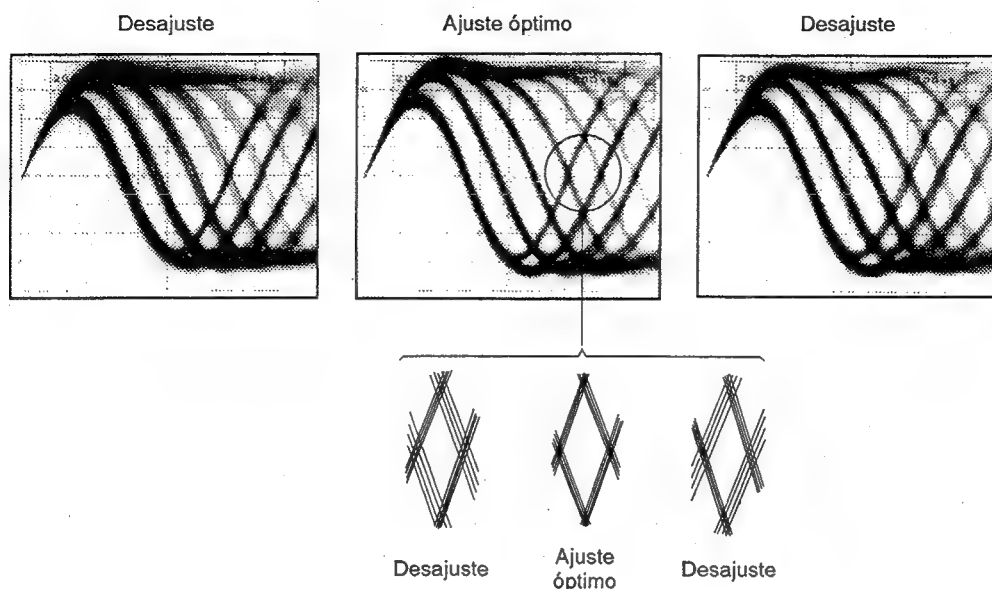

Figura 5 Patron optico
3. A continuación, ajuste el tornillo de ajuste de inclinación tangencial con un destornillador Phillips hasta que el patrón ocular (la forma de diamante del centro de la señal de RF) pueda verse con la mayor claridad (figura 5).